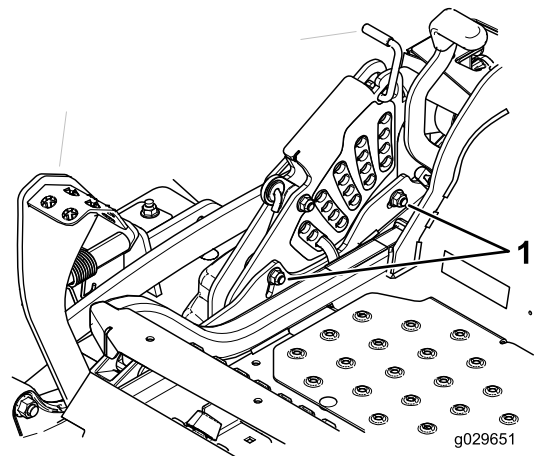

**Figura 93**
10. Gire la tuerca de ajuste del conjunto de elevación de la carcasa delantera para modificar la altura (Figura 93).
16. Gire el tornillo de ajuste hasta obtener una altura de 8.3 cm (3 1/4") (Figura 93).